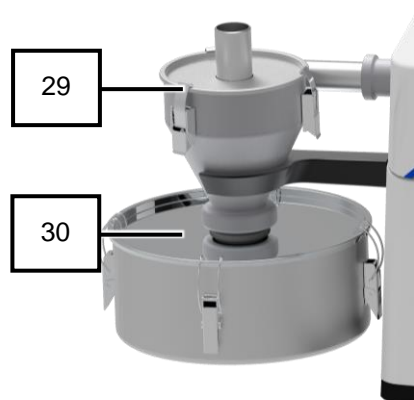

図 29: サイクロン分離器を取り付けた状態
15. タッチパネル (6) の を押し、粉碎運転を終了します。
17. サイクロン分離器 (29) の収集容器 (30) から試料を取り出します (図 29)。